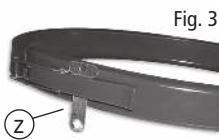

Fig. 3
debidamente cerrada con la abrazadera de la tapa (O) y que la junta tórica (P) esté correctamente apoyada en su base. **IMPORTANTE:** Antes de colocar la abrazadera de la tapa (O), se debe presionar la tapa (G) hasta eliminar el espacio entre la tapa y la caja del filtro. La abrazadera de la tapa se debe trabar, con el fiador de metal (Z) introducido correctamente dentro de la ranura de retención. (fig. 3).